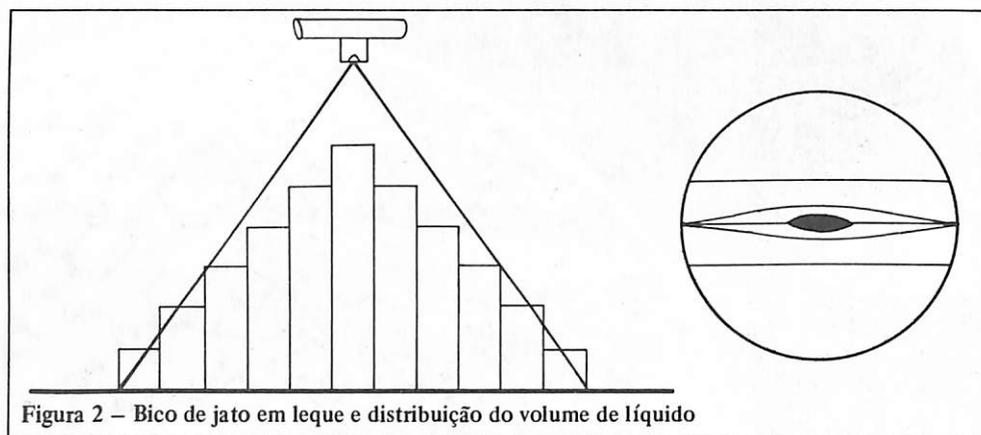

Figura 2 — Bico de jato em leque e distribuição do volume de líquido
A distribuição da pulverização é mais concentrada no centro do leque, diminuindo nas extremidades (Figura 2). Este tipo de distribuição faz com que a altura de aplicação seja um fator de grande importância, pois dela depende a uniformização da aplicação.
a) bicos leque de distribuição desuniforme – São os bicos mais utilizados, podendo ser empregados na aplicação de herbicidas sobre o solo ou em pós-emergência sobre as plantas daninhas. Têm como característica o formato elíptico da fenda transversal onde a distribuição do líquido pulverizado é maior no centro do jato, diminuindo nas extremidades (Figura 2).